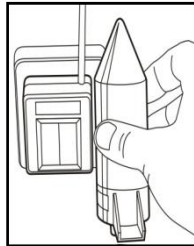

Fig 3
- 2) Placer l'émetteur vert verticalement contre le récepteur, l'étiquette tankalert de l'émetteur face au récepteur, (voir fig. 3) les points noirs se trouvant l'un contre l'autre. Si la position est bonne, après quelques secondes, des barres indiquant un volume de 1 à 10 apparaissent à la fois sur la station et sur le récepteur, et la barre supérieure se met à clignoter. Puis apparaissent un pistolet et des barres. Lorsque le nombre de barres correspond à celui indiqué dans le tableau, éloignez le récepteur. La synchronisation est terminée